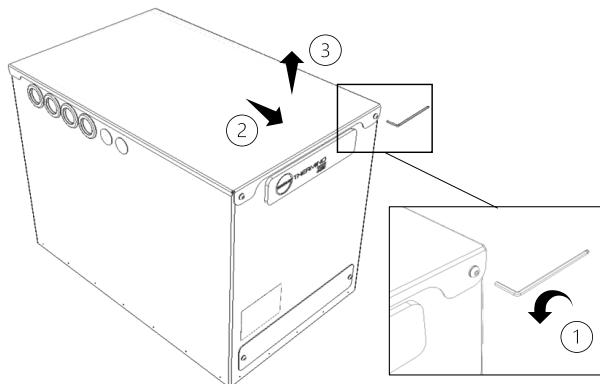

Figure 5 - Retrait du couvercle de la batterie thermique Thermino ePlus
- Retirer le couvercle. Le couvercle est sécurisé par 2 vis à tête cylindrique M5 à l'avant et deux goupilles de positionnement à l'arrière (Figure 5) :
- (1) Dévisser les vis à tête cylindrique M5 à l'aide d'une clé Allen 3 mm et les mettre de côté.
- (2) Faire glisser le couvercle vers l'avant, (3) puis soulever le couvercle et le mettre de côté.